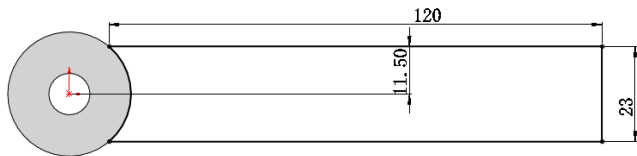

图 13-89 绘制草图 2
(4) 绘制草图 2。在左侧的“FeatureManager 设计树”中用鼠标选择“前视基准面”作为绘制图形的基准面。单击“草图”工具栏中的 (转换实体引用) 按钮、 (直线) 按钮和 (剪裁实体) 按钮, 绘制并标注草图如图 13-89 所示。